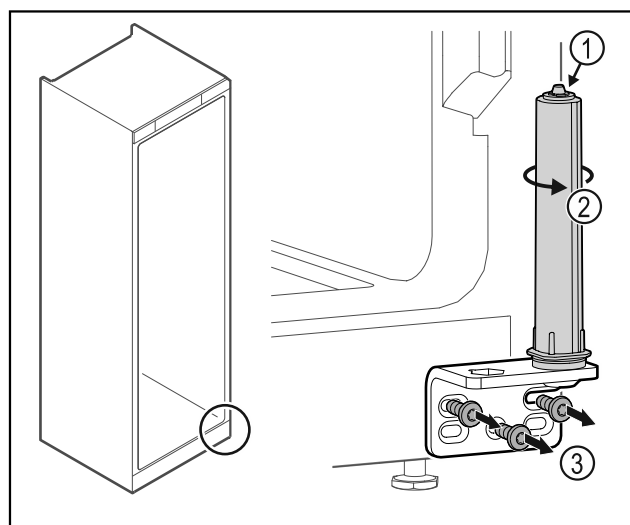

Fig. 31
- ▶ Türschließsystem nicht zerlegen Fig. 31 (1).
- ▶ Schließsystem Fig. 31 (2) drehen, bis es klickt .
- ▶ Scharnierwinkel Fig. 31 (3) abschrauben.